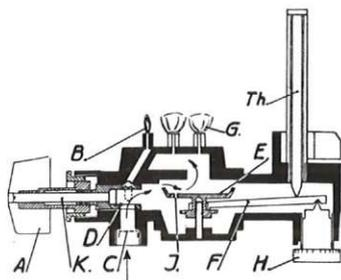

Fig. 1
a) Brûleur sans dispositif de sécurité à la veilleuse (fig. 1).